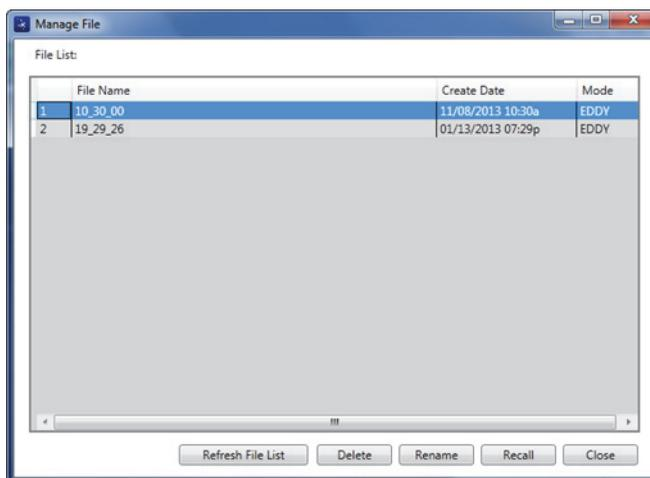

Рис. 6-22 Окно Manage File (Управление файлом)
Открывается диалоговое окно **Manage File** (см. Рис. 6-22 на стр. 345).
1. В диалоговом окне **Manage File** выберите нужный файл и щелкните **Rename** [Переименовать] (см. Рис. 6-22 на стр. 345).
1. В диалоговом окне **Manage File** выберите нужный файл и щелкните **Recall** [Вызвать] (см. Рис. 6-22 на стр. 345).
- ◆ В диалоговом окне **Manage File** щелкните **Refresh File List** [Обновить список файлов] (см. Рис. 6-22 на стр. 345).